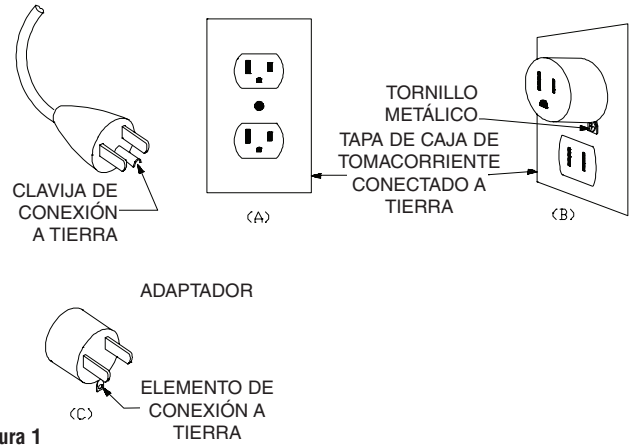

Figura 1
10. Algunos modelos tienen un enchufe de conexión a tierra de tres patas (vea la Figura 1). Si tiene un enchufe de conexión a tierra, sólo conecte en un tomacorriente conectado a tierra apropiadamente.
1. Los calefactores están equipados con cable flexible con enchufe de conexión a tierra de 2 patas (según se muestra en la Figura 1) e interruptor de ENCENDIDO/APAGADO incorporado. Este calefactor sólo es para uso a 120 V AC.
2. Hay disponible un adaptador, según se muestra en C en la Figura 1, para conectar enchufes del tipo de conexión a tierra de tres patas en tomacorrientes de dos ranuras. El terminal verde de conexión a tierra que sobresale del adaptador se debe conectar a una conexión de tierra permanente, tal como una caja de tomacorriente conectada a tierra apropiadamente. No es necesario utilizar el adaptador si hay un tomacorriente de tres ranuras conectado a tierra.